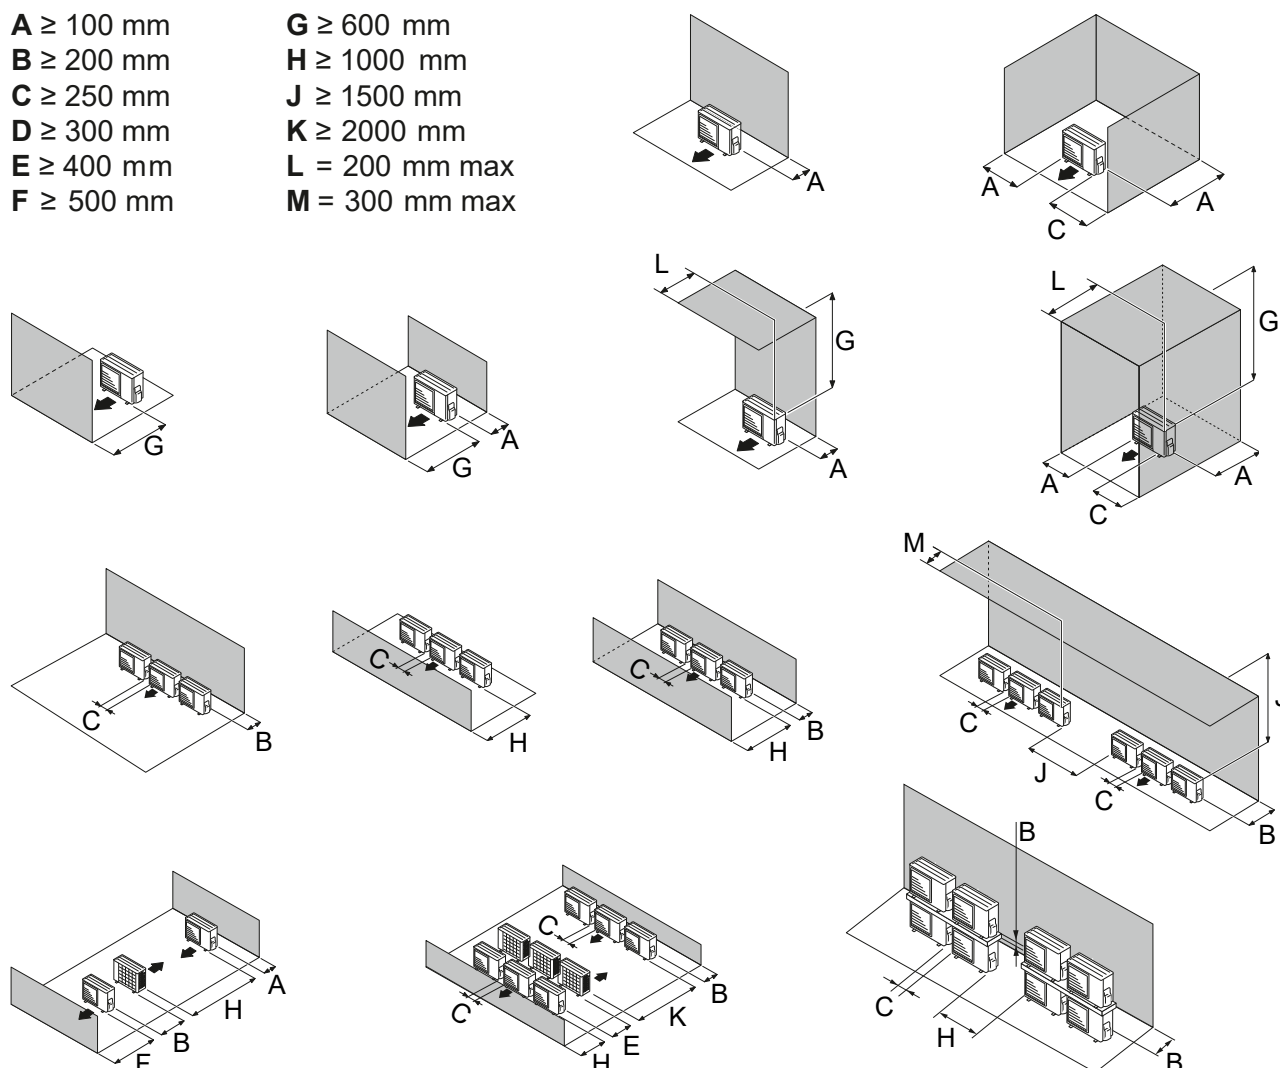
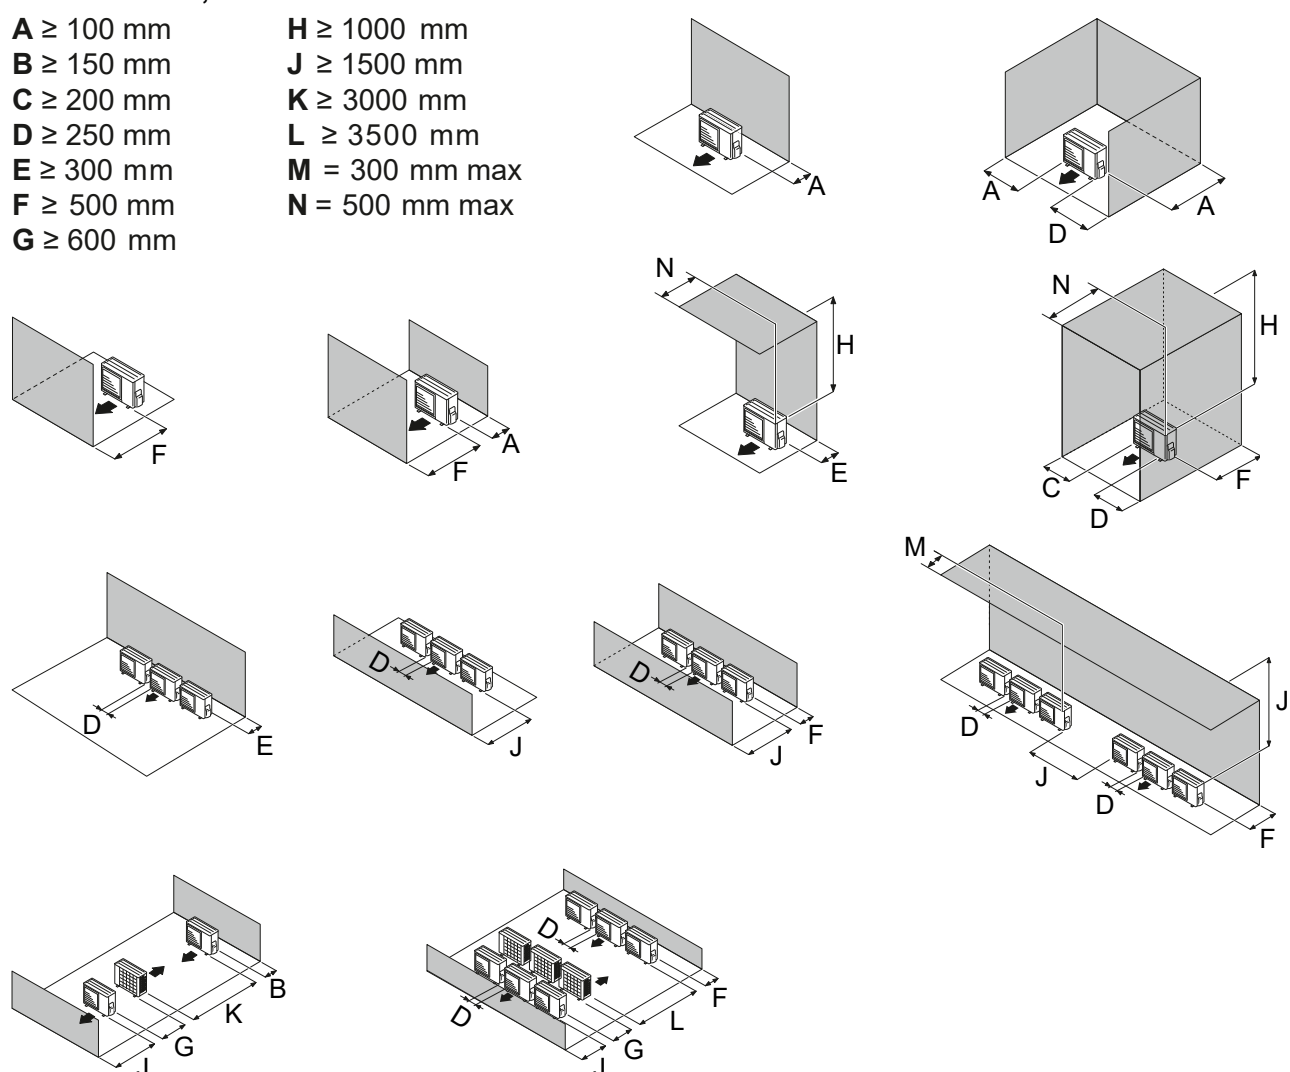

fig. 16 - Dégagements minimum d'installation autour de l'unité extérieure (modèle 5, 6 et 8)
fig. 17 - Dégagements minimum d'installation autour de l'unité extérieure (modèle 10)
- L'appareil doit être parfaitement accessible pour les travaux d'installation et de maintenance ultérieurs (fig. 16 et fig. 17, page 18).
- Aucun obstacle ne doit entraver la circulation de l'air à travers l'évaporateur et en sortie du ventilateur (fig. 16 et fig. 17, page 18).